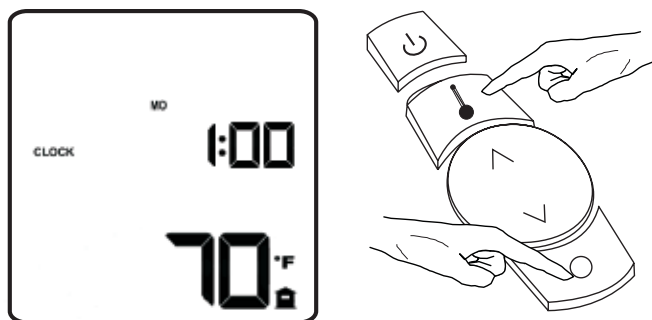

Figure 6
5. Appuyer simultanément sur les boutons de mode et des menus pour passer en mode de réglage d'horloge. **Voir Figure 6.**